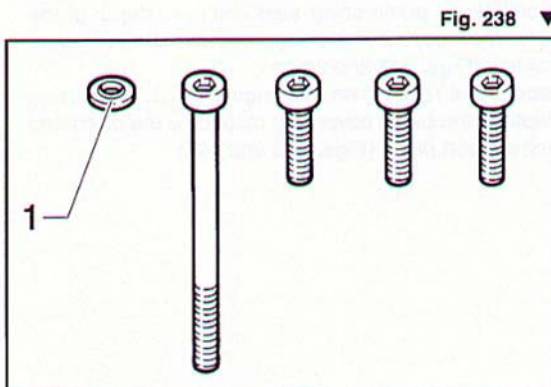

Fig. 238 ▼
NOTA La rondella (1) con inserto in gomma va accoppiata con la vite lunga (Fig. 238).
NOTE The washer (1) with the rubber insert goes with the long screw (Fig. 238).